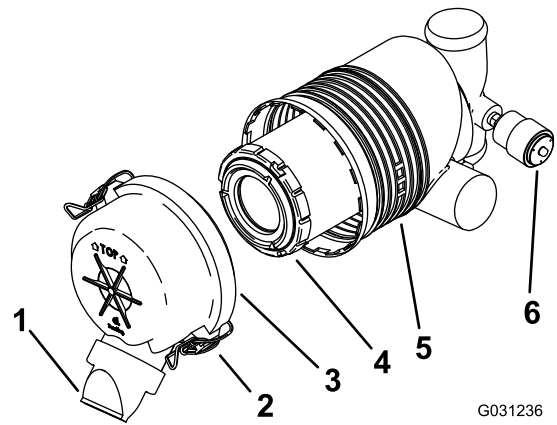

Figura 41
Importante: Sostituite il filtro dell'aria solo quando la spia di servizio è rossa (Figura 41). Sostituendo il filtro dell'aria prima del necessario si aumenta il rischio che la morchia entri nel motore quando si toglie il filtro.
5. Rilasciate i dispositivi di fermo del filtro dell'aria e togliete il coperchio dal corpo del filtro (Figura 41).
- Se l'indicatore di servizio è pulito, montate la copertura del filtro dell'aria con il coperchietto antipolvere orientato verso il basso e fissate i fermi (Figura 41).
1. Estraete con cautela il filtro dal corpo del filtro dell'aria (Figura 41).
3. Montate il filtro con attenzione (Figura 41).
- Montate la copertura del filtro dell'aria con il coperchietto antipolvere orientato verso il basso e fissate i fermi (Figura 41).